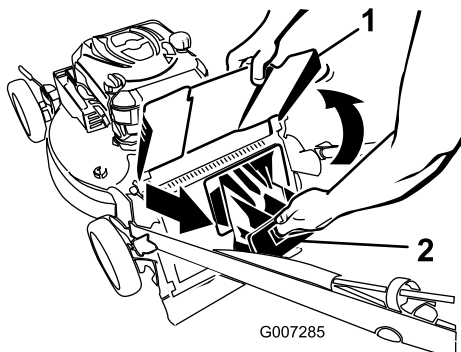

Figura 23
2. Levante y sujete el deflector de descarga (Figura 23).
3. Saque el tapón de descarga trasero (Figura 23).